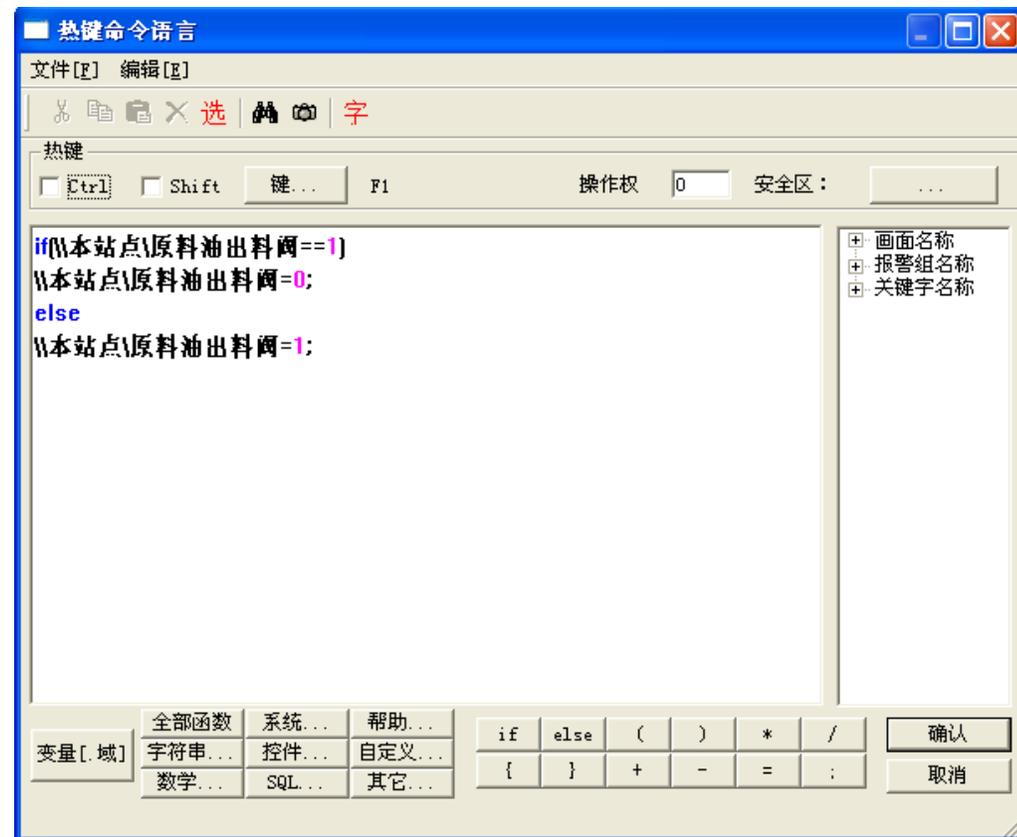

图3-11 热键命令语言编辑对话框
(1) 在工程浏览器左侧的“工程目录显示区”内选择“命令语言”下的“热键命令语言”选项，双击“目录内容显示区”的新建图标弹出“热键命令语言”编辑对话框，如图3-11所示。
(2) 对话框中单击“键”按钮，在弹出的“选择键”对话框中选择“F1”键后关闭对话框。
(3) 在命令语言编辑区中输入如下命令语言：